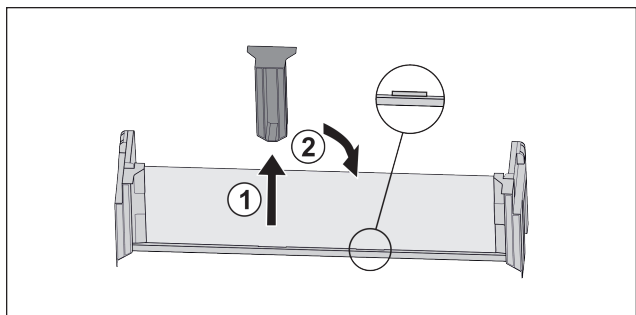

Fig. 22 \*
- ▶ Изтеглете средната задържаща част Fig. 22 (1)\*
- ▶ Вкарайте средната задържаща част на втората позиция Fig. 22 (2)\*